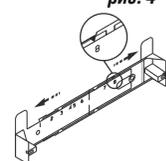

рис. 5
6.2 Крепление кронштейна к стене (рис. 5, 6):
- прежде чем прикрепить кронштейн к стене, необходимо выставить его на нужный размер рис. 5 (равный ширине верхней фальштрубы), для этого увеличьте размер кронштейна (если это необходимо), раздвинув его, и установите фиксатор на против цифры 8 (см. рис.5);